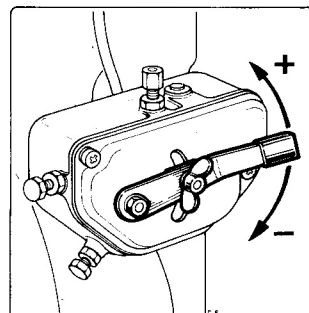

FIG. 6
- Regolare i giri del motore con la leva 7) fissandola nella posizione voluta con il dado 8) (Fig. 6).